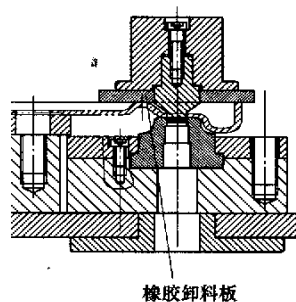

图 3
经过长期在生产实践中的不断摸索、试验,我们将无导向冲裁模冲裁制动器底板销子孔的刚性卸料换成用橡胶卸料(见图3),避免了刚性卸料的种种缺点,取得了很好的效果。原因分析如下:①橡胶属于弹性体件,具有强度好、弹性高、弹力大小容易调节的优点。在冲裁过程中,橡胶压在制动器底板的加强肋和边沿上,始终把它压在凹模上。随着凸模上下移动,橡胶板与制